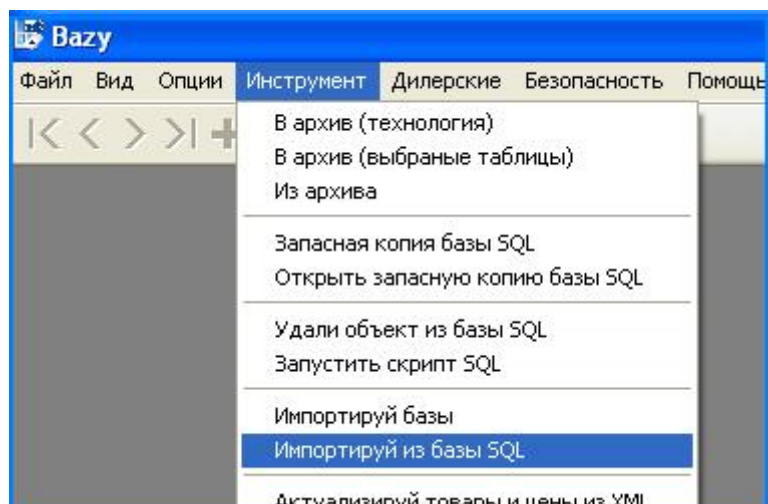

Рисунок 35. Импорт из базы SQL
- **Импорт из базы SQL (рис. 35)** – этот параметр позволяет импортировать базы данных из другой базы SQL